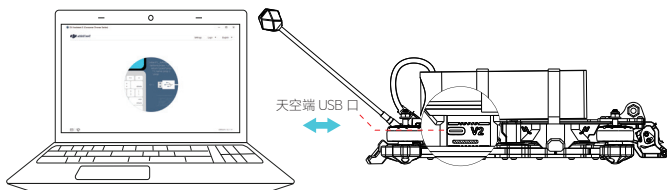

图 1-1
1. 天空端及飞行眼镜激活：Chimera 7 Pro 飞行器连接电池，通过 USB-C 接口 [图 1-1] 连接对应设备至电脑并运行 DJI Assistant 2² (消费机系列) 调参软件进行激活与固件升级详情请参考 DJI-O3-Air-Unit- 用户手册。